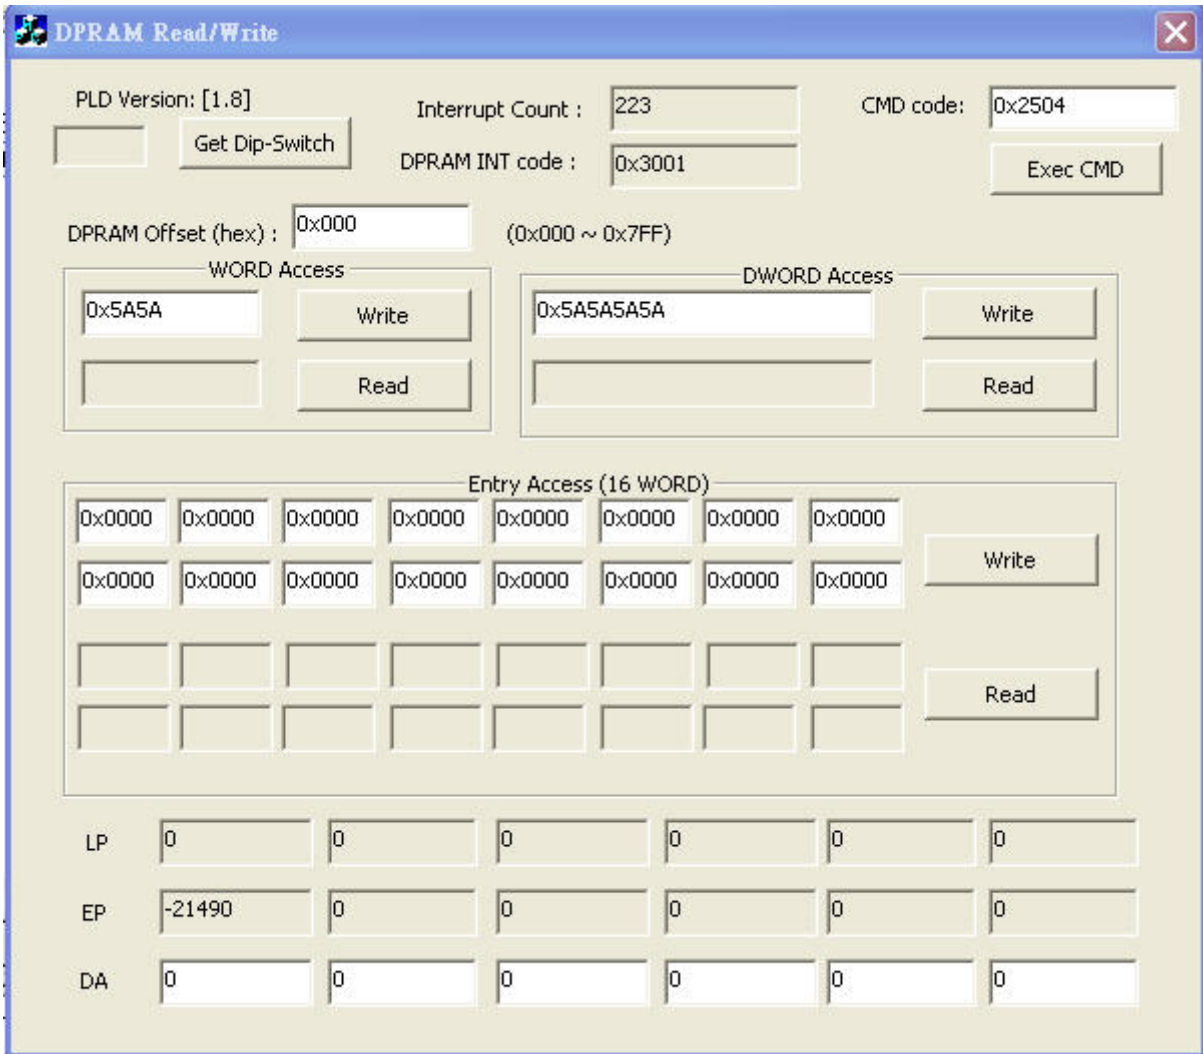

Fig. 1
5. 如下圖 **Fig. 1, Interrupt Count** 應該持續增加。如果馬達已接好，在還沒 **servo on** 前可以用手轉動馬達，**LP** 值應該要隨之變動。如果都還未接任何線與子板，可以測試讀寫 **DPRAM** (利用 **Read** 與 **Write** 按鈕)。**CMD code = 0x2504** 是下令清除 **LP (logical position)** 與 **EP (encoder position)**值。可以按一下 **Exec CMD** 按鈕來檢查是否動作正確。